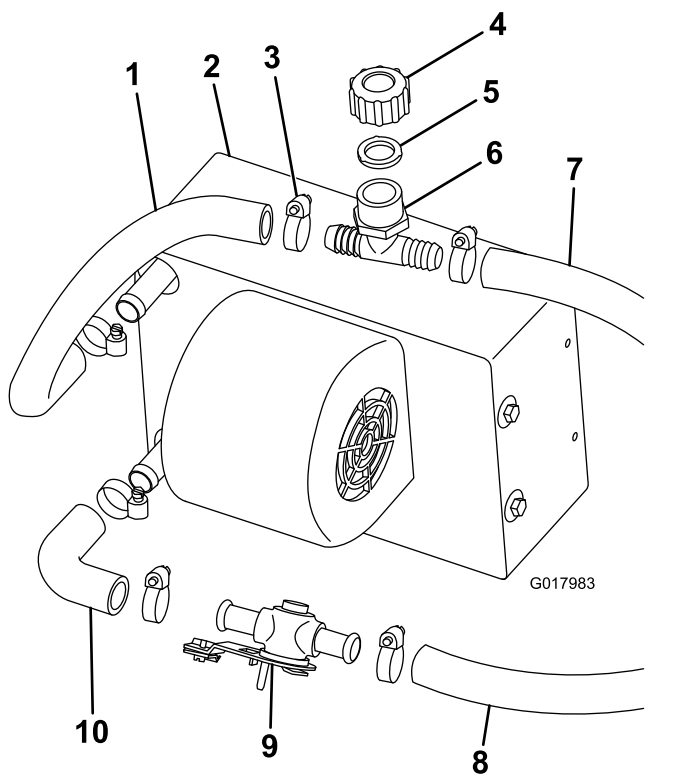

Figura 19
1. Prenda o tubo em cotovelo à parte de baixo do encaixe do conjunto do aquecedor com uma braçadeira de tubos (Figura 19).